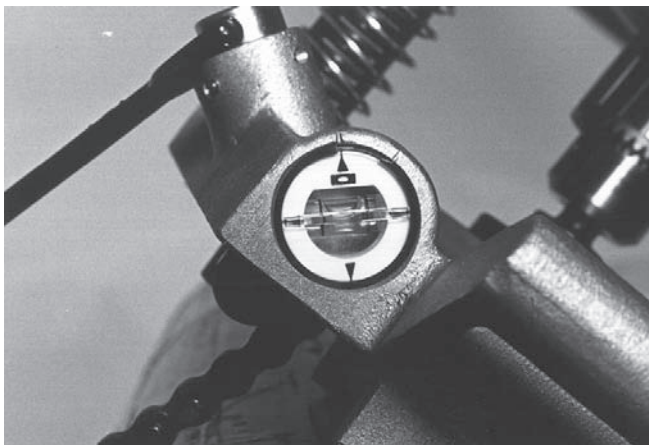

Abbildung 6 – HC-450 Wasserwaage der Lochsäge
4. In der Basis der HC-450 Lochsäge befindet sich eine Wasserwaage, die zum Fluchten mehrerer Löcher verwendet werden kann. Wenn das Lochsägengerät im gewünschten Winkel platziert ist, kann die Wasserwaage in die waagerechte Position gedreht werden und weitere Löcher können im selben Winkel geschnitten werden, indem man das Gerät mit der Wasserwaage nivelliert. (Siehe Abbildung 6.)